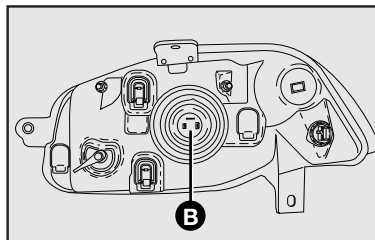
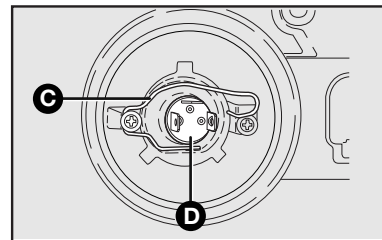

fig. 33
fig. 34
- 2) Remover a tampa **B-fig. 33** para ter acesso às lâmpadas;
- 3) Retirar o porta-lâmpada **D-fig. 33** pressionando a presilha **C-fig. 34** abrindo-a lateralmente;
6) Reenganchar a presilha de fixação **C-fig. 34** colocando por último a tampa **B-fig. 33**;